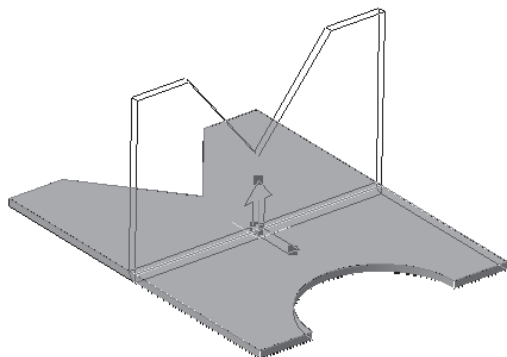

Рис. 408
-  – **Сгиб по линии** инструментальная панель  – **Элементы листового тела**. Щелчком ЛКМ укажите **Базовую** грань сгиба и **Линию** сгиба (рис. 408);